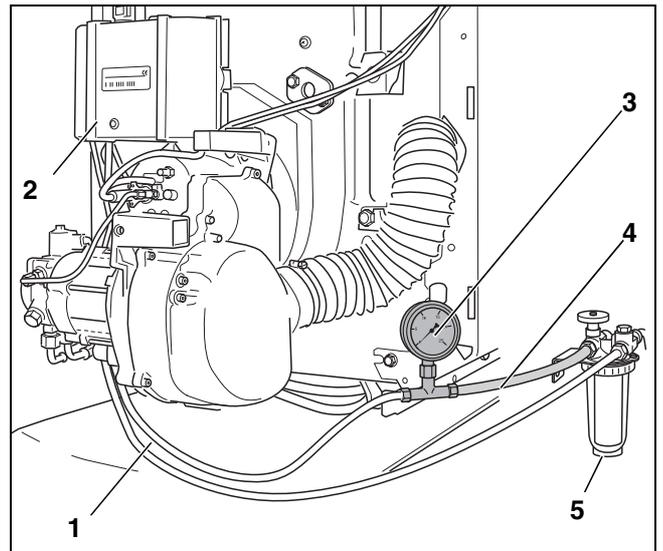

Bild 15 Ölsaugleitung demontieren
- ▶ Ölabsperrhahn am Ölfilter (→ Bild 15, [5]) schließen und transparenten Schlauch (→ Bild 15, [4]) mit Vakuummeter (→ Bild 15, [3]) demontieren.
- ▶ Ölsaugleitung (→ Bild 15, [1]) an den Filteranschluss des Ölfilters (→ Bild 15, [5]) anschrauben.
- ▶ Ölabsperrhahn am Ölfilter (→ Bild 15, [5]) öffnen.